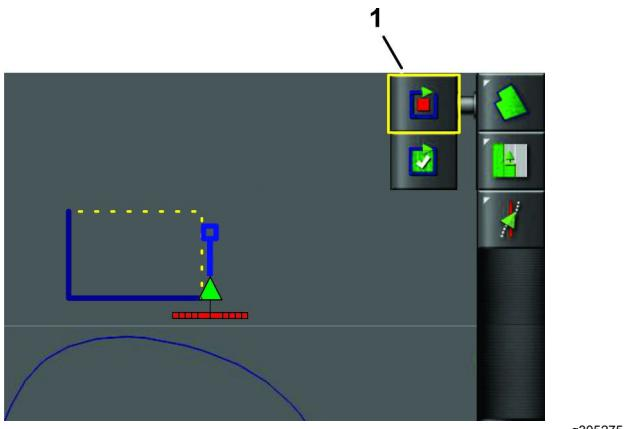

图 49
5. 除最后的开放点外对所有剩余的点重复步骤 3 至 4 图 49。